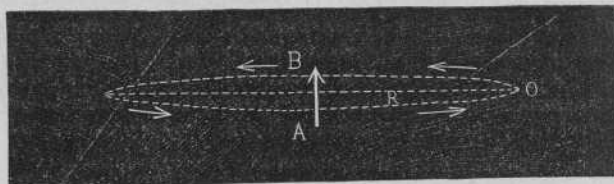

Fig. 1. Rotación de un polo alrededor de una corriente ó viceversa.
1. Accion recíproca de un polo magnético y una corriente.—Fig. 1.